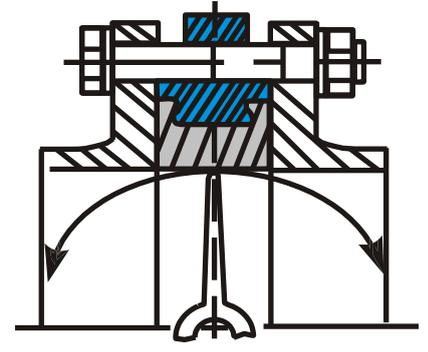

Рис.3 (правильно)
- Перед началом монтажа важно убедиться, что внутренний диаметр фланцев соответствует номинальному диаметру дискового поворотного затвора (рис. 3)